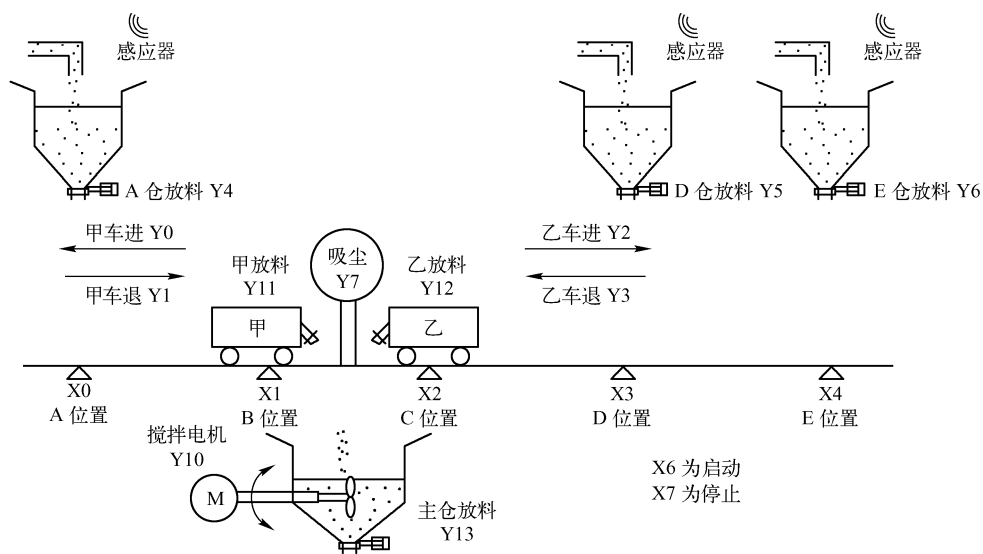

图 5-93 综合混料控制系统示意图
4. 如图 5-93 所示为综合混料控制系统示意图, 按下启动按钮, 甲、乙小车回到原位, 甲小车到 B 位置, 乙小车到 C 位置。两车清料 8 秒, 同时主料仓开 10 秒清空, 主料仓清空同时吸尘, 待两车复位到位同时, 吸尘多开 7 秒, 然后, 两小车分别前进装料, 甲车到 A 料仓装料 6 秒, 然后回到 B 位。乙车到 D 料仓装料 4 秒, 到 E 料仓装料 5 秒, 然后回到 C 位。待两车都到位, 开吸尘机, 2 秒后开搅拌机, 再 2 秒甲乙两车放料 8 秒。然后两小车分别前进装料, 搅拌机在启动两小车前进装料后再多开 3 秒, 然后主料仓放料 9 秒。吸尘器在搅拌机停止后 2 秒再停。